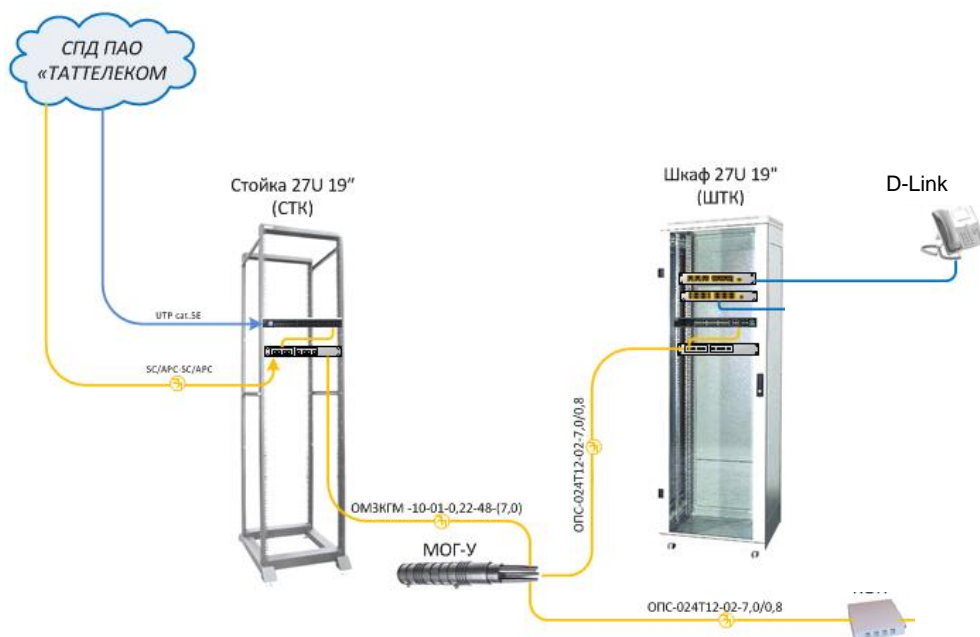

Рис.2 Примерная схема структурная информационной кабельной сети
- Планирование рабочей зоны участниками должно производиться исходя из примерной схемы информационной кабельной сети (Рис.2)